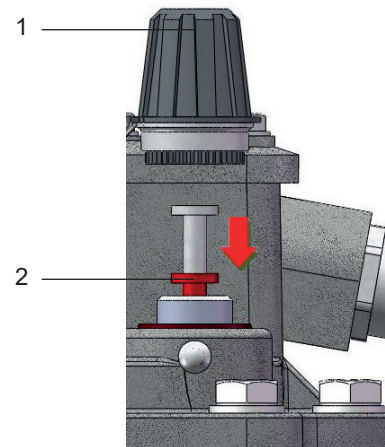

Abb. 16 - Prüftaste
- Große Hutmutter (Abb. 16/ Nr. 1) abschrauben
- Prüftaste (Abb. 16/ Nr. 2) bis zum Anschlag nieder drücken und gedrückt halten